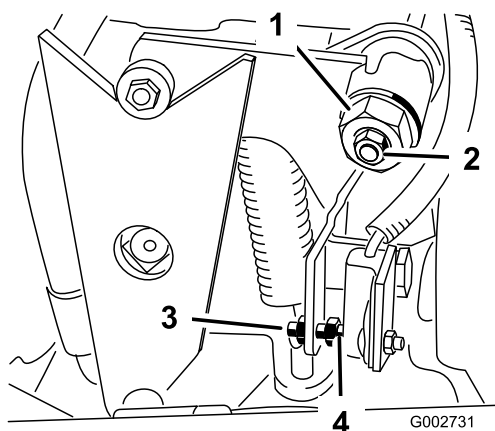

図 33
4. トラクション調整カムのロックナットをゆるめる(図 33)。
- エンジンを始動し、カム(図 33)を左右に回してニュートラル位置の中心に合わせる。
- ネジを回して、すき間を $1.5 \pm 0.8 \text{ mm}$ に調整する(図 33)。